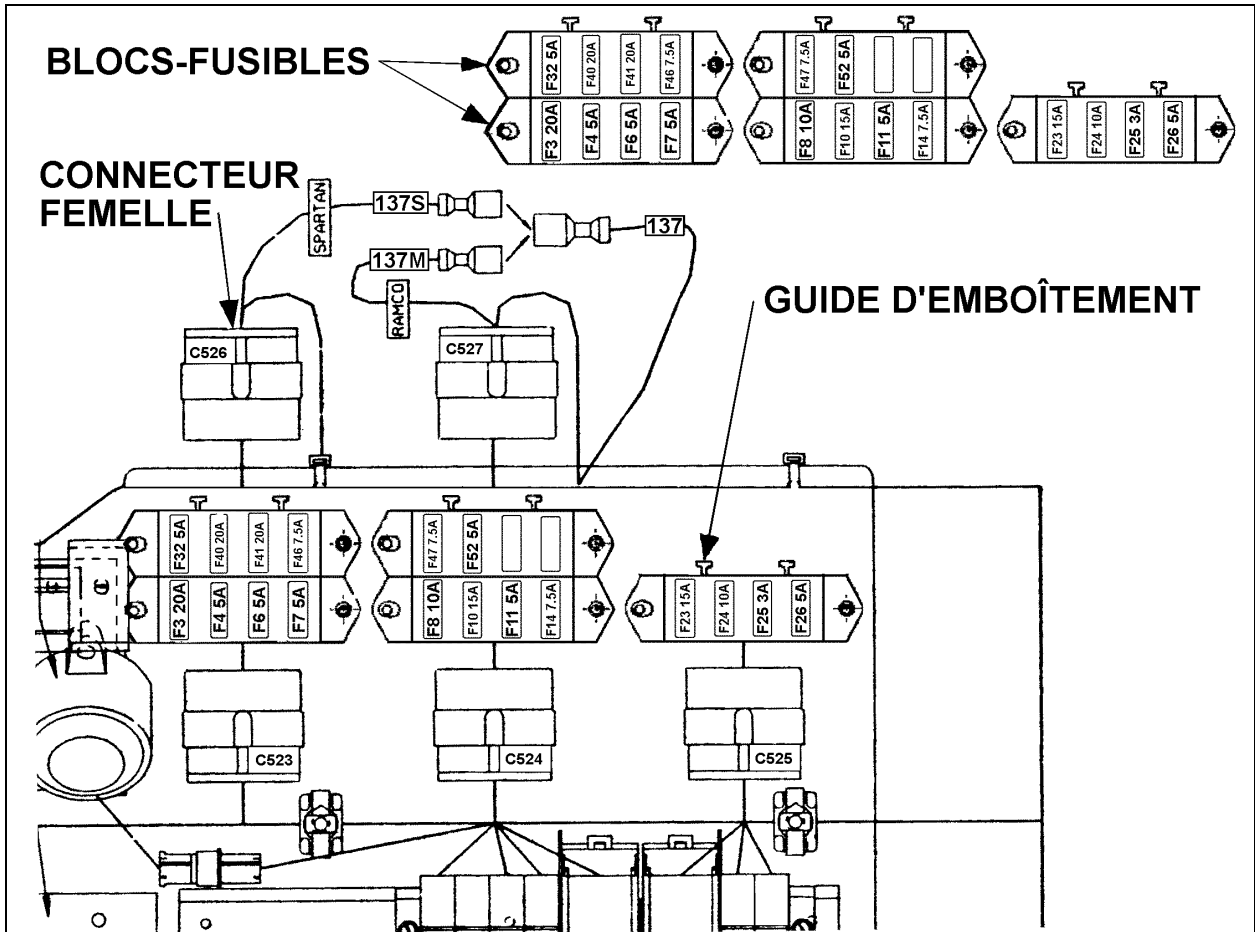

FIGURE 6: COMPARTIMENT DE SERVICE AVANT (VIP-45)
**Vérifier le positionnement des blocs-fusibles (Prévoist # 562621) dans le compartiment de service avant (5 blocs) et dans le compartiment électrique arrière (3 blocs) (voir fig. 6 et 8).**
1. S'assurer que les guides d'emboîtement en forme de "T" sont orientés vers le haut (voir fig. 6 et 8).
2. Dévisser le bloc-fusibles et le repositionner vers le haut conformément au schéma (voir fig. 6 et 8).
3. Fixer le bloc-fusibles et **relocaliser les fusibles au bon endroit conformément au schéma** (fig. 6 et 8).